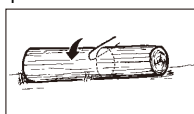

Fig. 13A
1. En stamme, som er understøtte hele vejen. Skær fra oven, og vær forsigtig med ikke at skære ned i jorden (Fig. 13A).